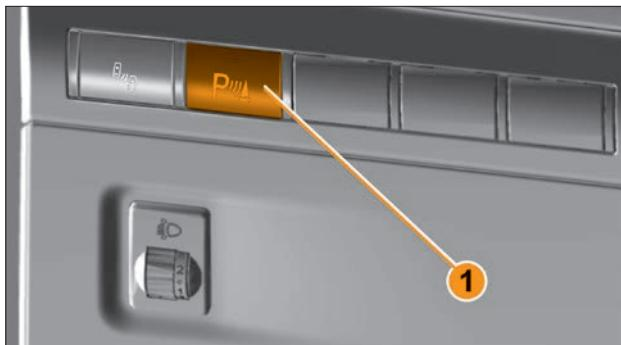

Рис. 5.15.3. Кнопка отключения СБП (**в вариантом исполнении**)
СБП можно принудительно отключить нажатием на кнопку **1** (рис. 5.15.3) слева от руля:
1. После включения зажигания блок управления проводит комплексную проверку с целью обнаружения неисправных датчиков или других неисправностей системы. Если обнаружена неисправность системы, то светодиодный индикатор в кнопке 1 (см. рис. 5.15.3) выключения СБП переходит в режим мигания. О том, что СБП находится в режиме ошибки также сигнализирует соответствующая визуализация на экране мультимедийной системы (*в вариантном исполнении*).